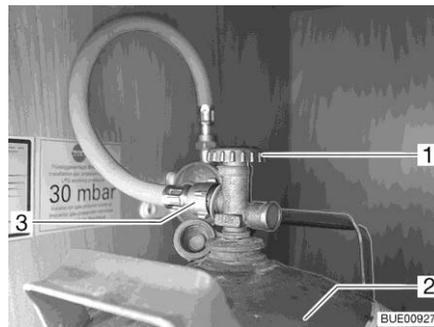

Bild 181 Gaskasten
- Haupt-Absperrventil (Bild 181,1) an Gasflasche (Bild 181,2) schließen. Pfeilrichtung beachten.
- Gasschlauch (Bild 181,3) von Gasflasche abschrauben.